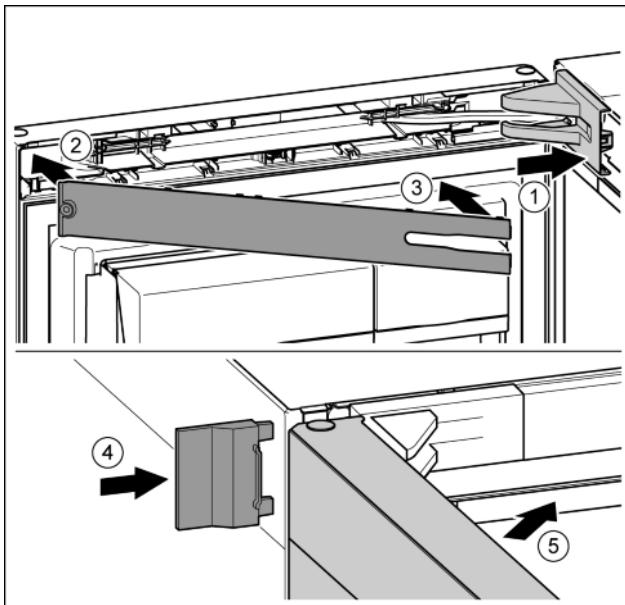

Fig. 24
- Поставете и фиксирайте капака на лагерната стойка, при нужда внимателно го натиснете настрани. Fig. 24 (1)
- Поставете капачката. Fig. 24 (2)
- Завъртете навътре капачката и я фиксирайте. Fig. 24 (3)
- Нахлузете външния капак. Fig. 24 (4)
- Затворете горната врата. Fig. 24 (5)